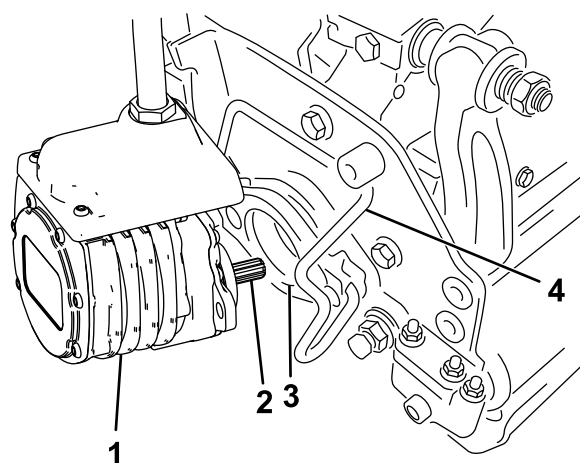

Figura 54
6. Spalmate del grasso pulito sull'albero scanalato del motore dell'apparato di taglio (Figura 54).
7. Inserite il motore nel lato sinistro dell'apparato di taglio (come mostrato dalla posizione dell'operatore) e tirate la barra di fissaggio del motore sull'apparato di taglio verso il motore stesso fino a udire chiaramente uno scatto da ambo i lati del motore (Figura 54).